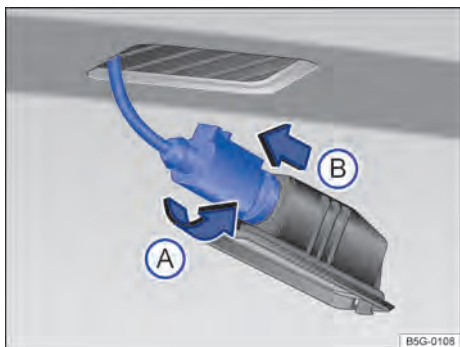

Fig. 174 Lanterna da placa de licença: desinstalar o suporte da lâmpada.
- 3 Girar o soquete da lâmpada no **sentido anti-horário** → Fig. 174 (A) e retirar o suporte junto com a lâmpada (B).
- 7 Posicionar o suporte da lâmpada na lanterna da placa de licença e pressionar no sentido contrário ao da seta (A) até o batente.